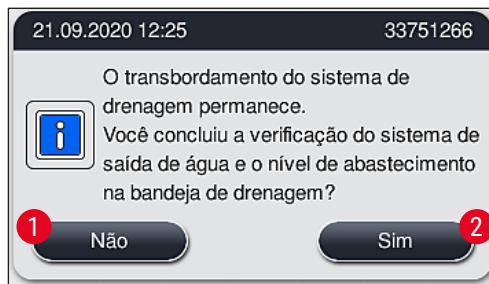

Fig. 124
- Depois de 5 minutos e depois de mais tentativas de limpeza forem realizadas, mas o bloqueio ainda persistir, uma mensagem (→ "Fig. 124") na tela mostra ao usuário que o nível da água está muito alto. Ao pressionar **Não** (→ "Fig. 124-1"), o usuário pode estender o tempo de espera por mais 5 minutos para fazer mais tentativas na limpeza. Se as tentativas de limpezas neste segundo intervalo forem bem-sucedidas, a situação é resolvida como descrito em 1. Se mais tempo for necessário para as medições de limpeza, pressione **Não** (→ "Fig. 124-1"). O intervalo pode ser repetido várias vezes. Se o bloqueio não puder ser eliminado apesar de todas as tentativas de limpeza, pressione **Sim** (→ "Fig. 124-2") para iniciar um processo de cancelamento controlado, veja as seguintes seções 3 e 4.